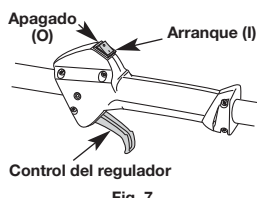

Fig. 7
NOTA: No hay necesidad de encender la unidad. El Control de Parada Arranque y Apagado está en la posición Arranque (I), en todo momento (Fig. 7).
2. Oprima y mantenga oprimido el control de encendido y apagado en la posición de APAGADO (O) hasta que el motor se detenga por completo (Fig. 7).